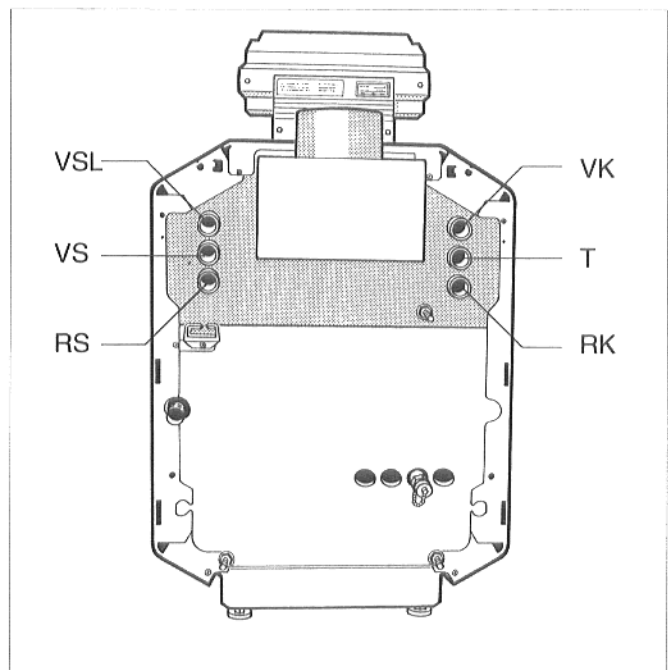
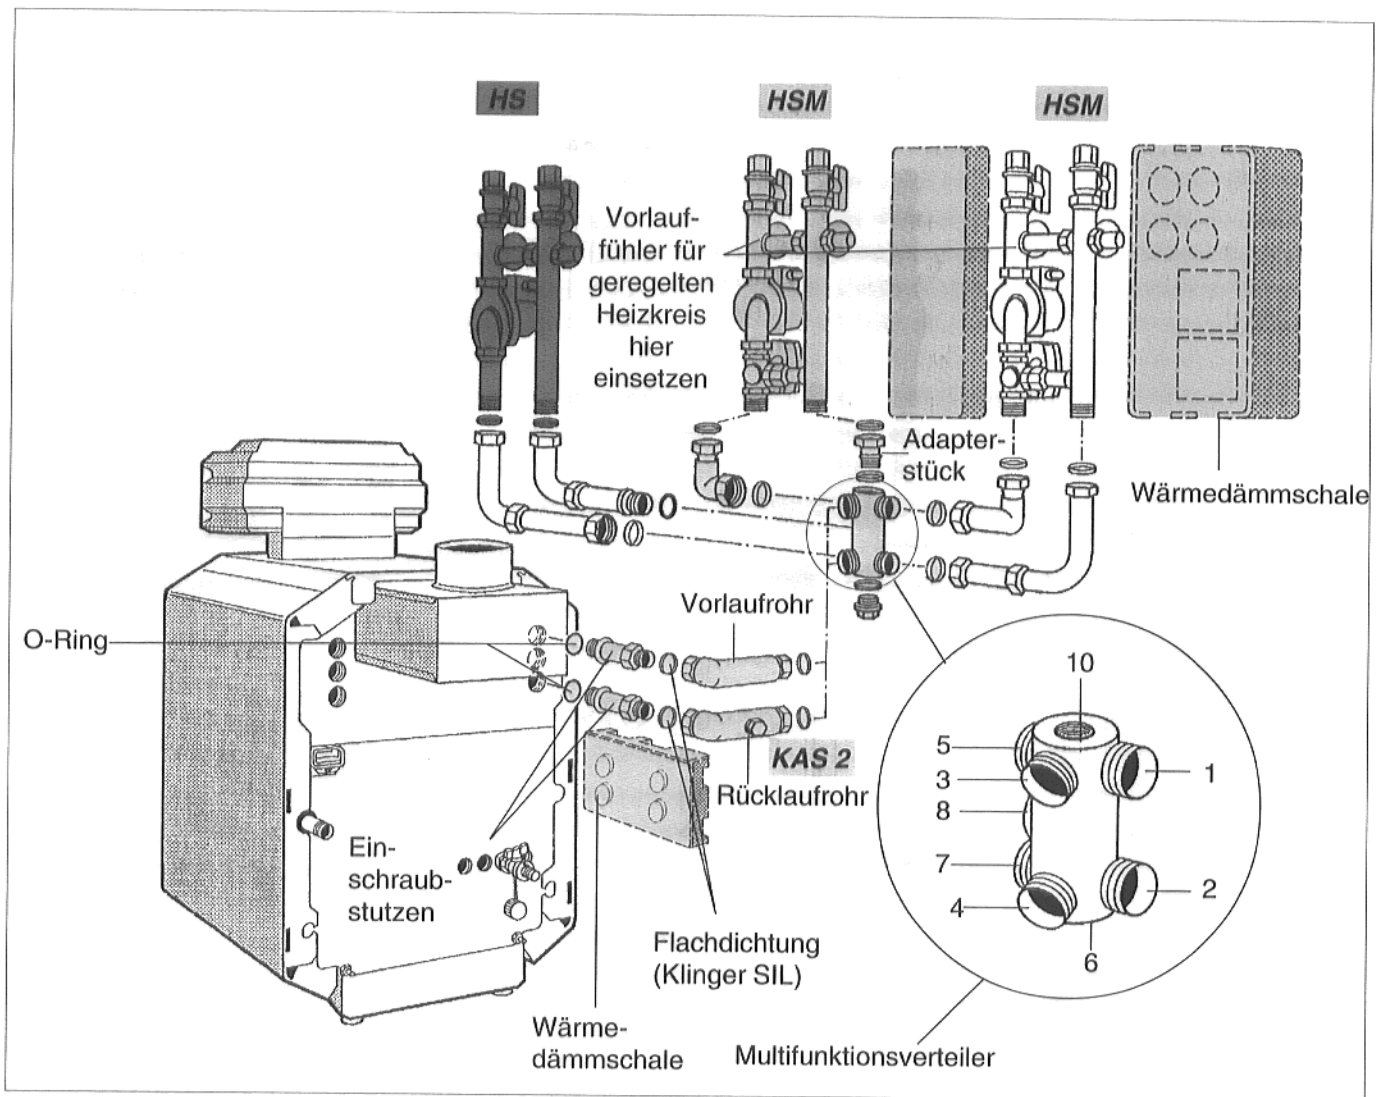

Abb. 3 Rückansicht; Anschlüsse nach Versetzen der Tauchhülse und des Anschlußrohres für den Speichervorlauf
Abb. 8 Parallel Linksanbau; Heizkessel-Anschluß-Set mit Multifunktionsverteiler, Heizkreisset mit / ohne Mischer am Heizkessel G134
2. Die Anschlüsse können auch nach Abb. 3 vorgenommen werden. Dazu muß die Tauchhülse mit Hilfe eines Steckschlüssels SW 27 herausgeschraubt und auf der linken Kesselseite eingeschraubt werden. Außerdem muß das Anschlußrohr für den Speichervorlauf am Kessel auf die rechte Seite versetzt werden. Alle Anschlüsse müssen dann nach Abb. 3 vorgenommen
Die Anschlüsse am Heizkessel sind entsprechend Abb. 3 umzubauen!
Die Anschlüsse am Heizkessel sind entsprechend der Abb. 3 zu montieren. Die Numerierung der Anschlüsse am eingebauten Multifunktionsverteiler muß unbedingt mit der Numerierung in Abb. 8 übereinstimmen, sonst stimmen die Vor- und Rücklaufanschlüsse von der Kesselseite mit der Heizkreisseite nicht überein! Alle geraden bzw. alle Ungeraden Nummern gehören wasserseitig zusammen.
- Einschraubstutzen mit eingelegtem O-Ring in den Kesselvor- und Kesselrücklauf einschrauben (Abb. 8).
- Am kurzen Schenkel des Vor- und Rücklaufrohres eine Flachdichtung in die Überwurfmutter einlegen. Vor- und Rücklaufrohr lose mit den Einschraubstutzen verschrauben (Abb. 8).
- Langen Schenkel des Vorlaufrohres in der Waagrechten ausrichten, Verschraubung zwischen den Einschraubstutzen und den Vorlaufrohr fest anziehen (Abb. 8).
- Multifunktionsverteiler mit dem Abgang Nr. 3 an das Vorlaufrohr anschrauben (Abb. 8).
- Multifunktionsverteiler mit dem Abgang Nr. 4 an das Rücklaufrohr anschrauben (Abb. 8).
- Langen Schenkel des Rücklaufrohres ausrichten, Verschraubung zwischen Einschraubstutzen und Rücklaufrohr anziehen (Abb. 8).
- O-Ring auf das Adapterstück aufschieben und das Adapterstück von oben in den Abgang Nr. 10 des Multifunktionsverteilers drehen (Abb. 8).
- Flachdichtung in die Winkelverschraubung einlegen und die Winkelverschraubung mit dem langen Schenkel auf den Abgang Nr. 5 des Multifunktionsverteilers aufschrauben (Abb. 8).
- Flachdichtungen in das Adapterstück und in die Winkelverschraubung einlegen (Abb. 8).
- Heizkreisset mit Mischer (HSM) / ohne Mischer (HS) entsprechend Abb. 8 aufschrauben.
- Stopfen mit aufgelegtem O-Ring in den Abgang Nr. 6 des Multifunktionsverteilers eindrehen (Abb. 8).